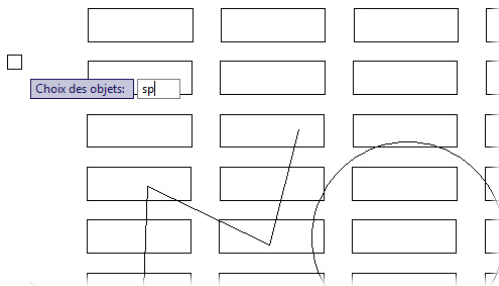

Figure 3.87
1. Sélectionnez la commande Effacer, tapez la sous-commande **SP**, puis validez (voir Figure 3.87).